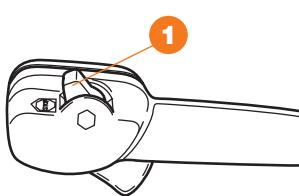

Рис. 10
- Установите выключатель зажигания двигателя **1** на ручке управления в положение запуска «**START**» (Рис. 10).
- Переведите выключатель зажигания **①** в положение «STOP» (Рис. 10).